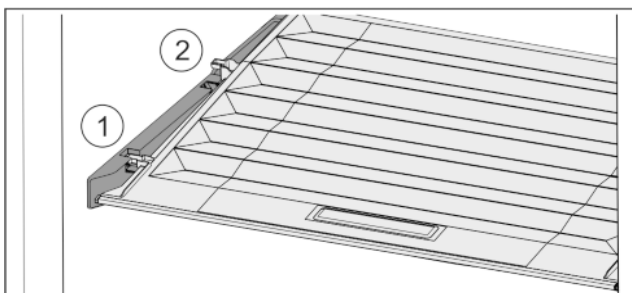

Fig. 28
- ▶ Tirer le couvercle vers l'avant jusque dans l'orifice des pièces de retenue Fig. 28 (1).
- ▶ Le soulever par le bas à l'arrière et le sortir par le haut Fig. 28 (2).